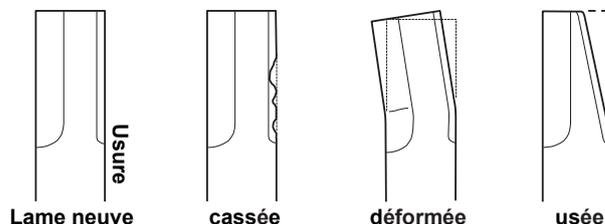
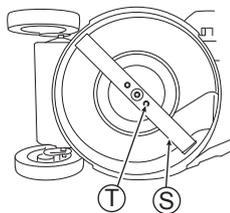

Fig. 32
Fig. 33
1. Vérifiez qu'il n'y a pas de problème de cassures, de pliures ou d'usure sur la lame (S). (Voir Fig. 32)
2. Si la lame (S) ou ses vis de montage (T) sont "usés", "cassés" ou "déformés", remplacez-les par des pièces neuves correspondant à nos spécifications.
3. Vérifiez que les vis de montage de la lame (T) sont bien serrées au couple de serrage spécifié. (Voir Fig. 33)
2. Serrez complètement les vis de montage de la lame (T) à la main.
4. Vérifiez que les vis de montage de la lame (T) sont bien serrées au couple de serrage spécifié. (Voir Fig. 33)